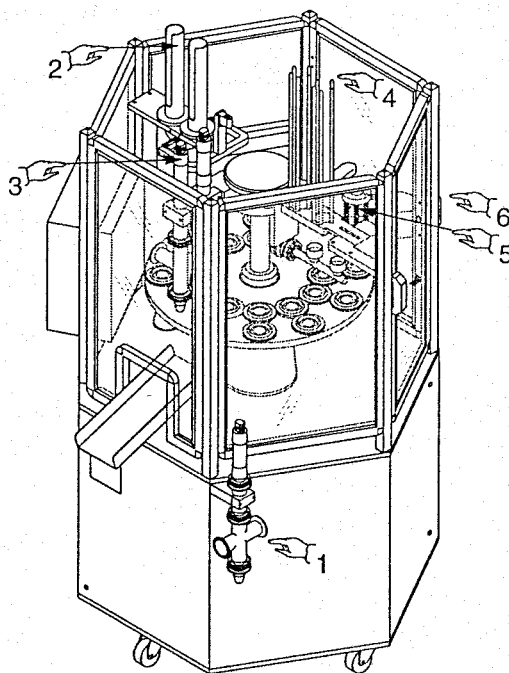

Fig. 3.1
- an ice cream bypass unit (*Pos. 1, Fig. 3.1*);
- a container feed unit (*Pos. 2, Fig. 3.1*);
- a dosing and filling unit (*Pos. 3, Fig. 3.1*);
- a lid pick-up unit (*Pos. 4, Fig. 3.1*);
- a lid sealing unit (*Pos. 5, Fig. 3.1*);
- an ejector unit (*Pos. 6, Fig. 3.1*).